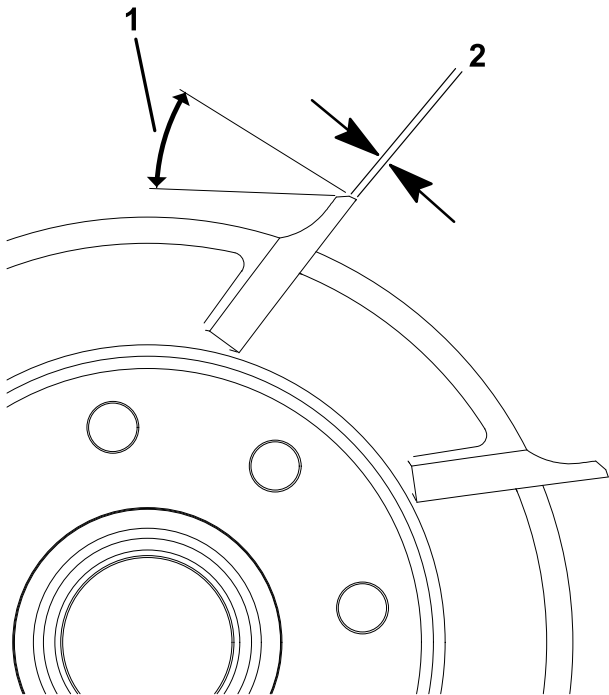

Bild 19
1. Tragen Sie einen Hinterschliff von 30° auf alle Messerspindeln auf, bis die Kante 0,76 mm breit ist (Bild 19).